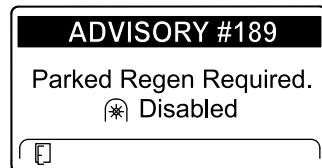

Figure 42
- Si vous n'effectuez pas de régénération en stationnement dans les 2 heures, l'InfoCenter affiche qu'une régénération en stationnement est nécessaire – prise de force désactivée Avis N° 189 (Figure 42).